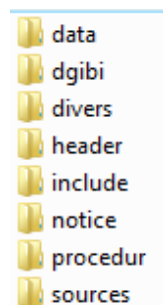

Figure 3. Liste des répertoires à récupérer dans `castem/` du serveur Titania
- Le répertoire `castem` de la branche BR_Cast3M_2023 contient la saisie de la version de développement de Cast3M vierge de toutes corrections au 31/12 telle que présente sous l'atelier de développement présent sur le serveur de fichiers Titania. Cette branche ne contient aucun développement poussé au-delà de cette date. Le contenu de ce répertoire est constitué de fichiers et de dossiers à récupérer dans le répertoire `/home/castem-public/castem/` du serveur Titania. Le script `Mise_a_jour_des_miroirs_git.sh` propose une option permettant la saisie de la version. La liste des répertoires à récupérer est donnée sur la Figure 3.